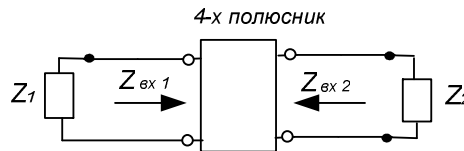

Рис.2.3 Определение затухания несогласованности четырёхполюсника
При определении затухания несогласованности с левой стороны (см. рис.2.3) в (2.3):
При определении затухания несогласованности с правой стороны в (2.3) (см. рис.2.3):
На рис. 2.3 приведены измеренные частотные зависимости входного сопротивления исправного ФП и его действительной части, совмещённые с зависимостями, полученными расчётом по программе WinTrakt. Мнимая часть полного сопротивления намного меньше действительной его части.
Рисунок 2.3. Результаты измерения (красная кривая) и расчётов (синяя кривая) входного сопротивления исправного ФП ФПМР6400 (48-1000) со стороны ЛЭП. а) действительная часть (R), б) модуль (Z).